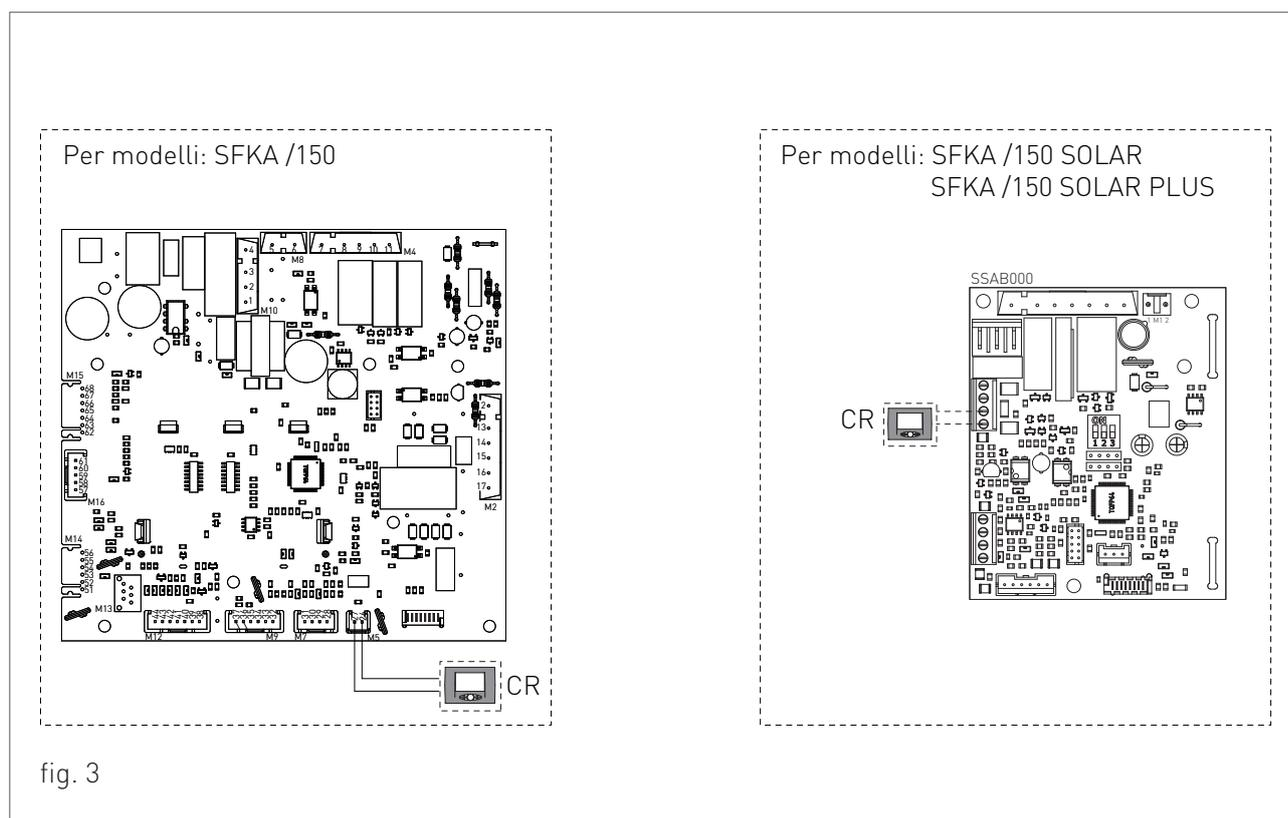

fig. 3
- > una volta rimosso il carter effettuare i seguenti collegamenti sulla scheda elettronica (vedi fig. 3).